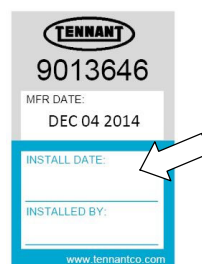

ABB. 129
4. Tragen Sie das Installationsdatum auf dem neuen Patronenaufkleber ein (Abbildung 129).